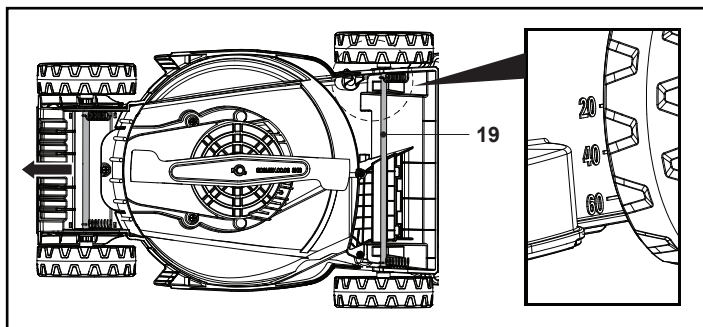

Fig. 6
2. Prinde axul roții (19) pe ambele părți (fig. 6).
3. Trage uniform axul și lasă-l să se fixeze în poziția dorită (fig. 6).